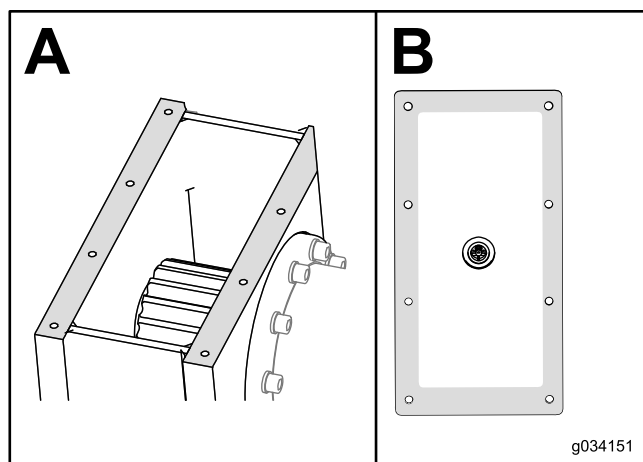

Рисунок 138
9. Очистите картер редуктора и крышку от герметика (Рисунок 138).
10. Нанесите по краю крышки новый автомобильный герметик, вулканизирующийся при комнатной температуре (RTV) (вид В на Рисунок 138).